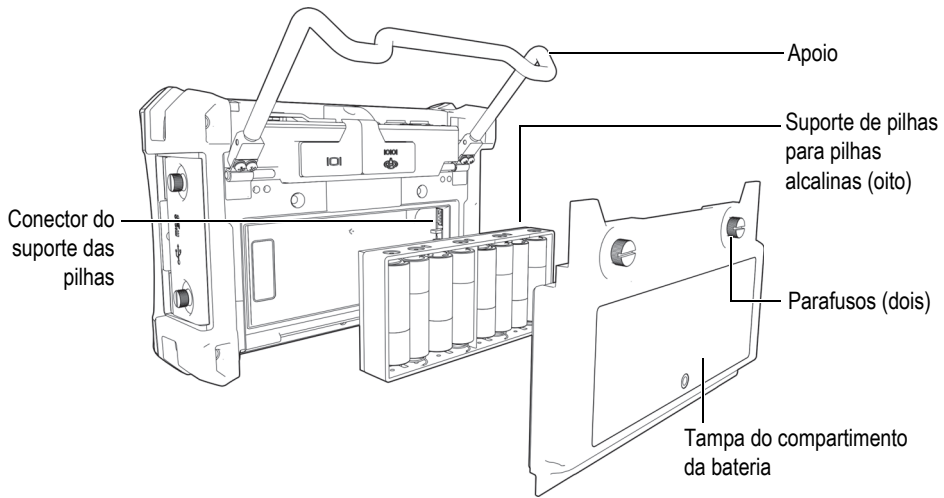

Figura 2-11 Suporte das pilhas alcalinas
1. Solte o suporte do BondMaster 600 (veja Figura 2-11 na página 44).